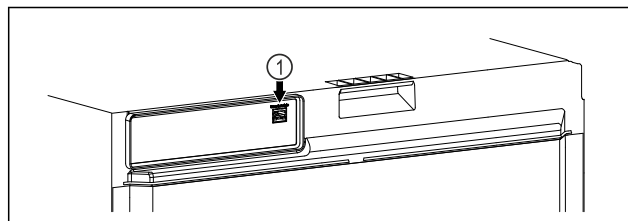

Fig. 110
- ☐ SmartModule Fig. 110 (1) er installert.